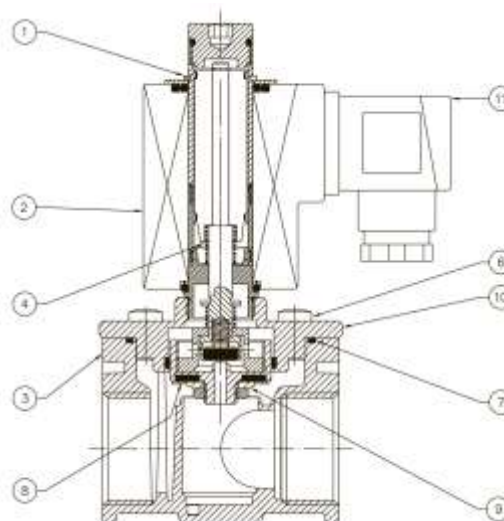

Рис. 1
Клапан (рис. 1) состоит из: стопорное кольцо (1); электромагнитная катушка (2); уплотнительное кольцо (3); пружина возвратная (4); винты (6); уплотняющая прокладка (7); корпус (8); затвор (9); верхняя крышка (10); электрический коннектор (11).